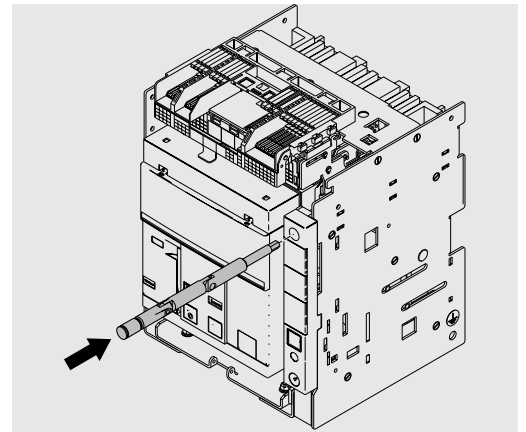

Abbildung 62
9. Die Handkurbel in ihren Ruhesitz zurückstecken. Siehe Abbildung 62.